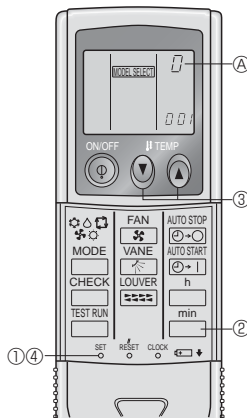

Fig. 6-4
4) Zuweisung einer Fernbedienung für jede einzelne Anlage (Fig. 6-4)